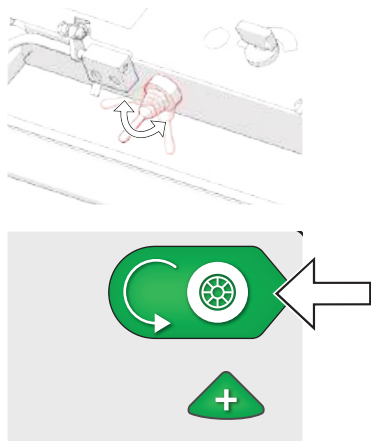

Abbildung 15D – Antrieb mit Fahrshalter oder Start-/ Stopp-Taste des Antriebs aktivieren
6. Verwenden Sie den Fahrschalter, um den Antriebsmotor zu aktivieren. Wählen Sie alternativ auf dem Bildschirm „Antrieb Start/Stopp“ (Abb. 15D).